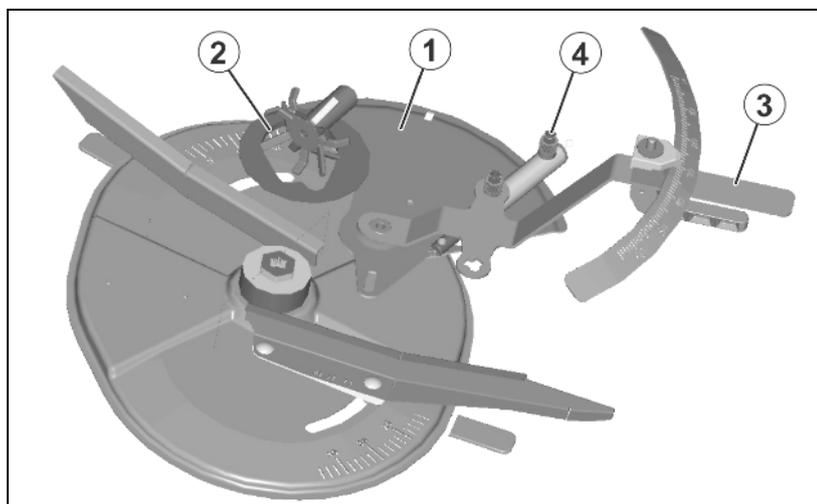

Рис. 15
- **электроники** через терминал управления. Дозирующие заслонки, приводимые в движение серводвигателями (Рис. 15/1), открывают при этом различную площадь проходных отверстий (Рис. 15/2).
- **вручную** при помощи регулирующих рычагов (Рис. 15/3) путем установок разной площади проходных отверстий (Рис. 15/2). Требуемое положение заслонки можно найти в таблице распределения или определить при помощи счетной линейки.
Чтобы открыть и закрыть проходное отверстие, дозирующая заслонка перемещается при помощи гидравлического привода (Рис. 15/4).